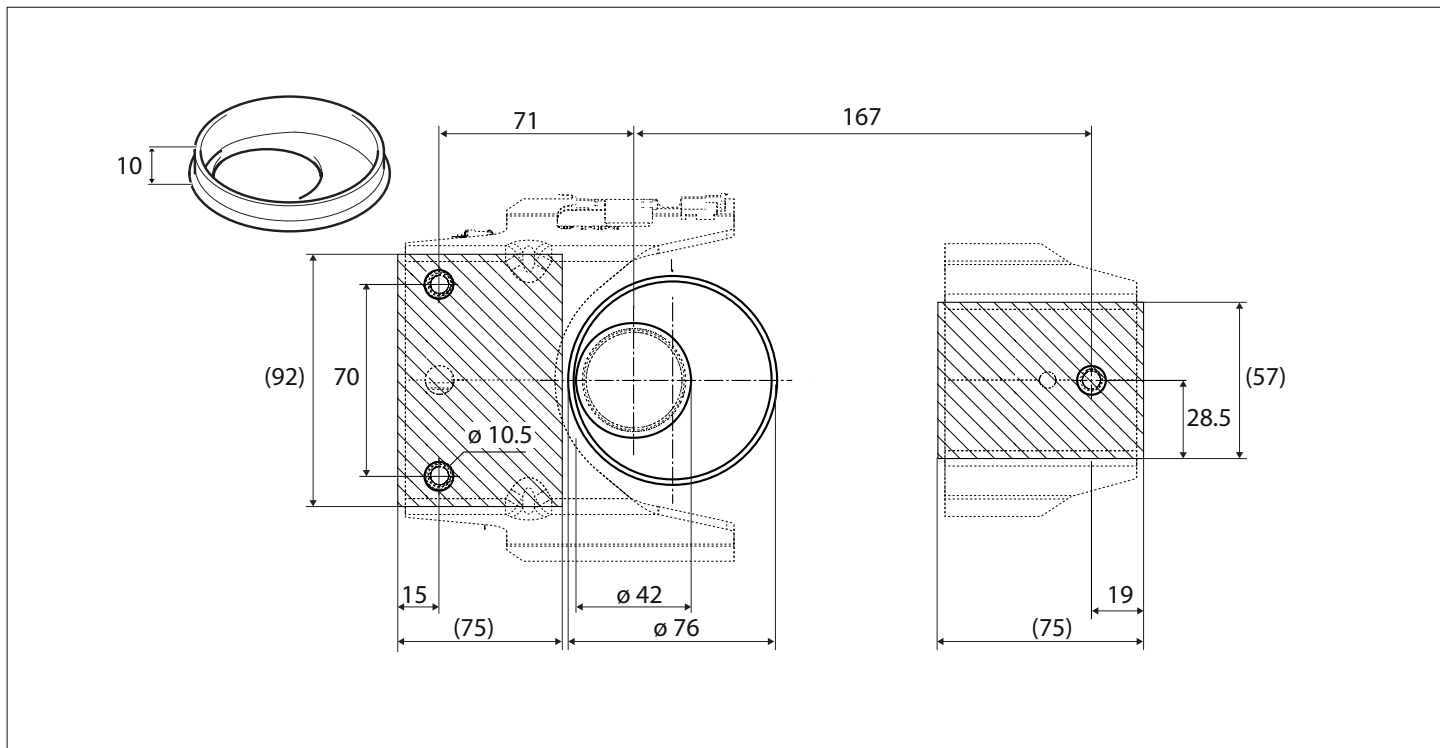

Рис. 05: Точки крепления (защитное кольцо опционально) (в мм)
- ▶ Найдите подходящие точки крепления в автомобиле, см. Рис. 05.
- ▶ Защитите выпускной трубопровод отработанных газов от контакта с топливом. При необходимости приварите защитное кольцо на днище, чтобы не допустить контакт топлива с горячим выпускным трубопроводом, см. Рис. 05.